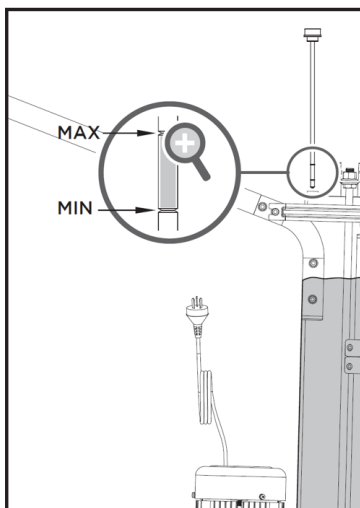

Fig. 16d
6. Controllare che il livello dell'olio idraulico sia compreso tra i segni Max e Min sull'astina di livello. Fare riferimento alla Fig. 16d.